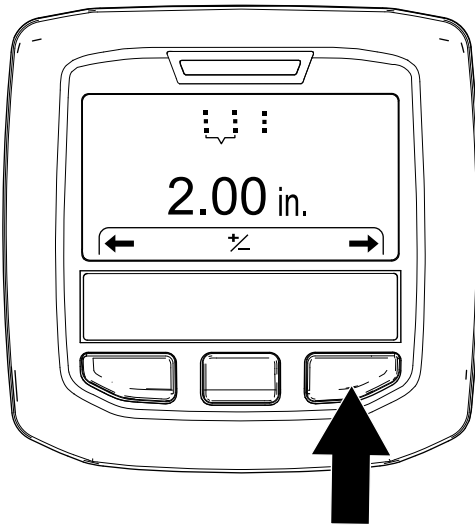

Figura 48
4. Pulse el botón derecho del InfoCenter para mostrar la pantalla Setting the Hole Spacing (Ajuste del espaciado de las perforaciones) (Figura 48).